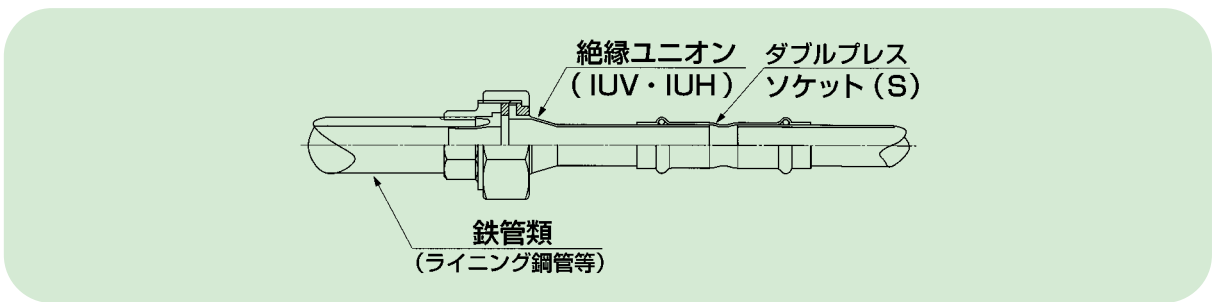

図2-10-2 絶縁ユニオンによる接合
- 小径の13~25Suに関しては、硬質塩化ビニルライニング鋼管用及び耐熱性硬質塩化ビニルライニング鋼管用の絶縁用ユニオンをお使いください。ユニオンナットに絶縁座を設けてあります。(図2-10-2)